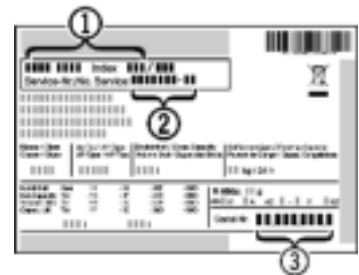

Fig. 12
- ▶ Apparaataanduiding Fig. 12 (1), service-nr. Fig. 12 (2) en serie-nr. Fig. 12 (3) van het typeplaatje aflezen. Het typeplaatje bevindt zich aan de linkerkant binnen het apparaat.
- ▶ Contact opnemen met de Technische Dienst en het probleem, apparaataanduiding Fig. 12 (1), service-nr. Fig. 12 (2) en serie-nr. Fig. 12 (3) mededelen.